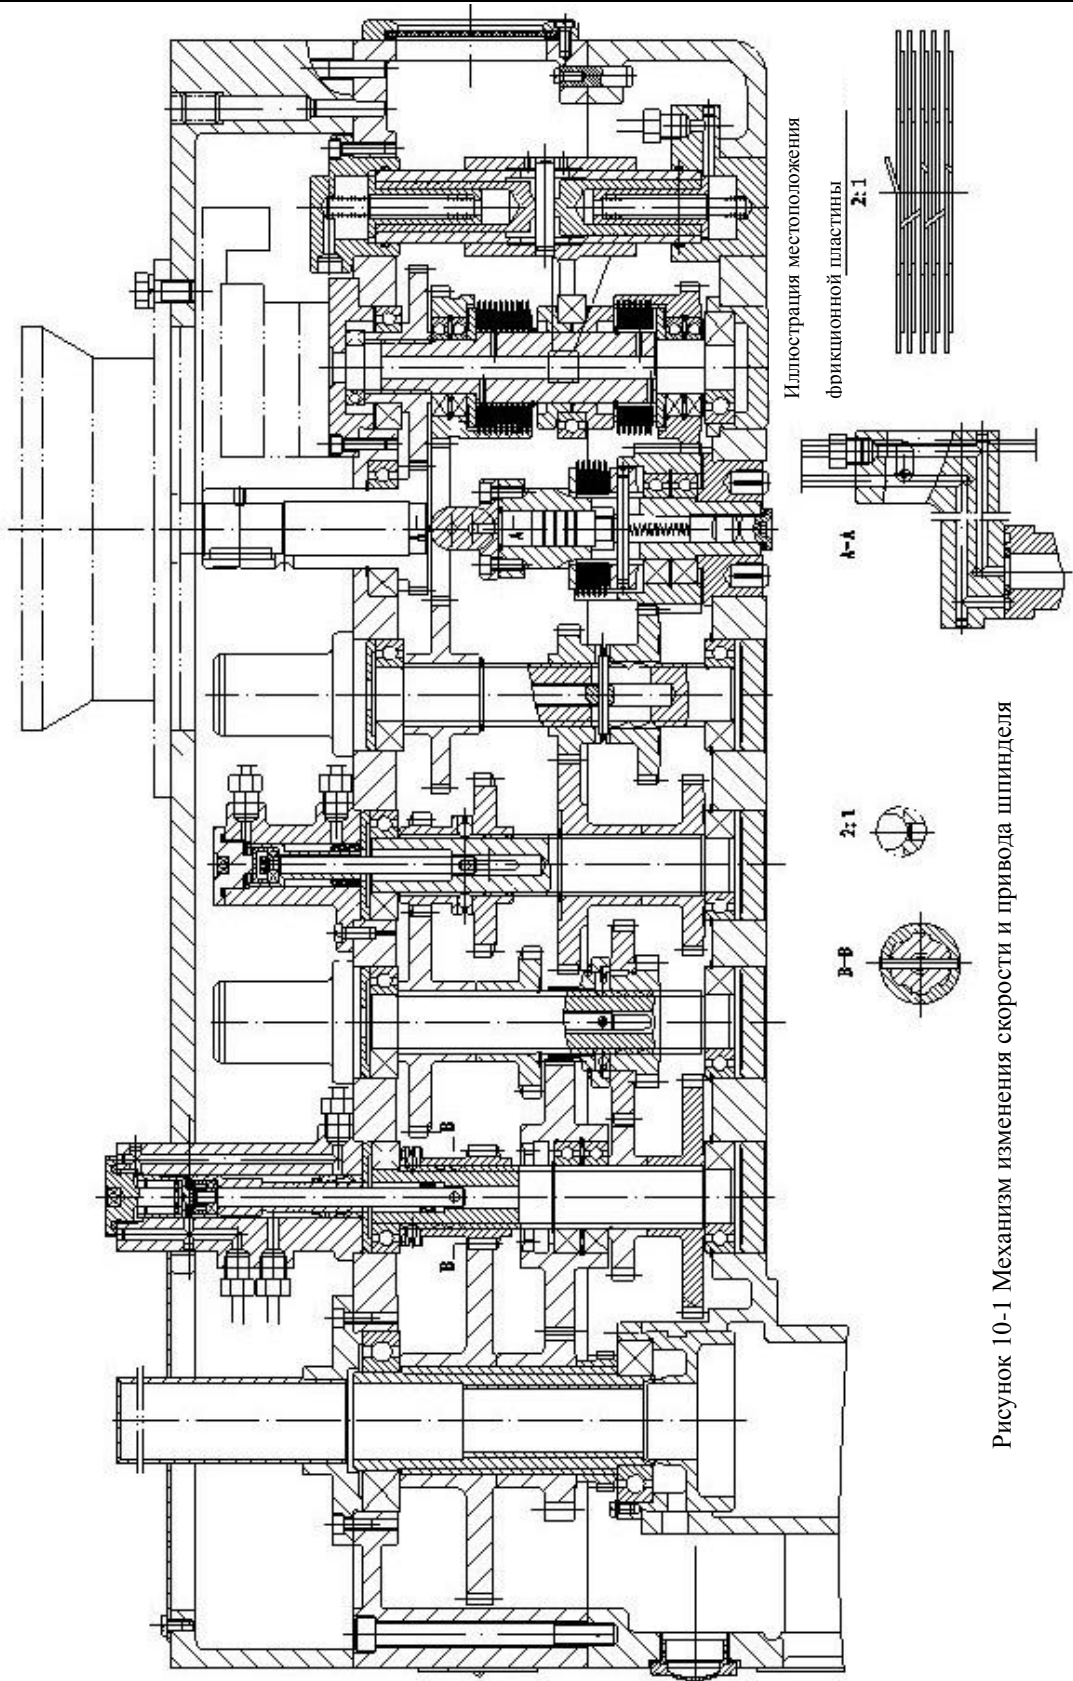

Рисунок 10-1 Механизм изменения скорости и привода шпинделя
10.1 Система передачи скорости шпинделя (Рис.10-1)